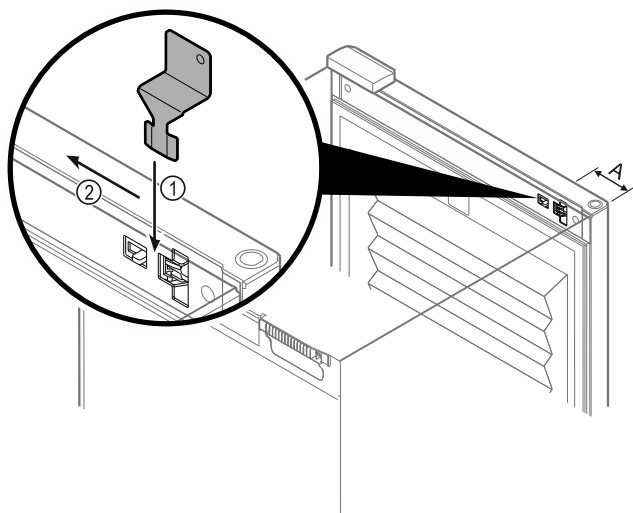

Fig. 90
- Anbring nødoplåsningsnøglen på det krævede sted Fig. 90 (A) $\approx$ 100 mm.
- Sæt nødoplåsningsnøglen ind mellem døren og apparatets korpus fra oven indtil anslag Fig. 90 (1).
- Træk nødoplåsningsnøglen mod hængselsiden Fig. 90 (2).